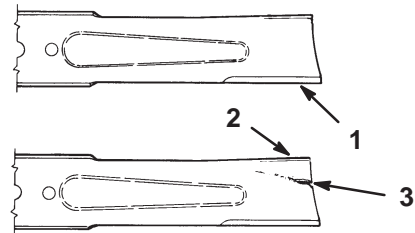

Bild 33
1. Untersuchen Sie die Schnittkanten (Bild 33). Bauen Sie, wenn die Kanten nicht scharf sind oder Kerben aufweisen, die Schnittmesser aus und schärfen sie. Siehe „Schärfen der Messer“ auf Seite 34.
2. Untersuchen Sie die Schnittmesser, insbesondere den gebogenen Bereich (Bild 33). Montieren Sie, wenn Sie Schäden, Verschleiß oder Rillenbildung in diesem Bereich feststellen (Punkt 3 in Bild 33), sofort ein neues Schnittmesser.